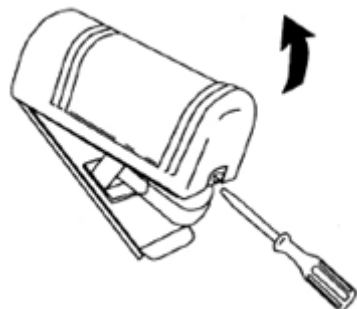

Fig. 1
1. Rimuovere il frontale allentando l'apposita vite di blocco posta sul fondo (Fig. 1).